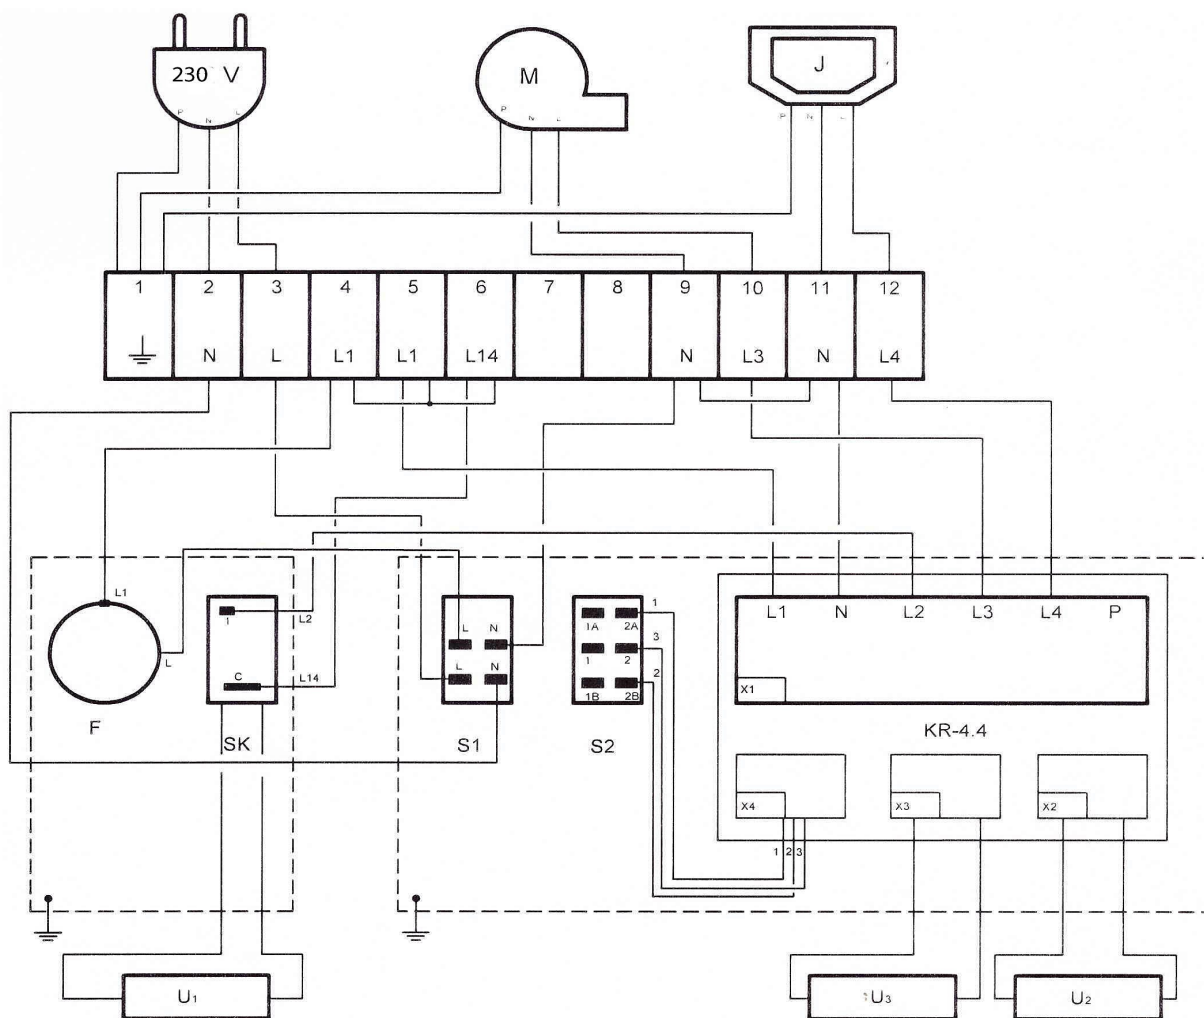

Fig. 6 Kopplingsschema för pannan
För pannor Astra G-18E, Astra G-25E, Astra G-32E: packa upp fläkten och lossa klämman på anslutningen för fläkten, pos. 10 (fig 1). Placera öppningen av fläkten på anslutningen, montera klämman och dra åt den. Kontrollera att fläkten sitter fast och är tät. Anslut fläktens kabel via hålet i locket till regulatorns anslutningar (se Fig. 6 "Kopplingsschema för pannan"). **Normalt monteras fläkten med fläkthuset vänt uppåt.**